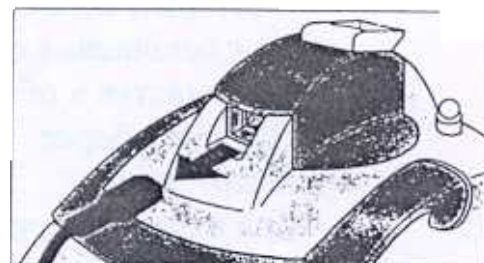

Рис.4.
6. Подключите кабель питания в разъем, и розетку электрической сети (Рис.4.).